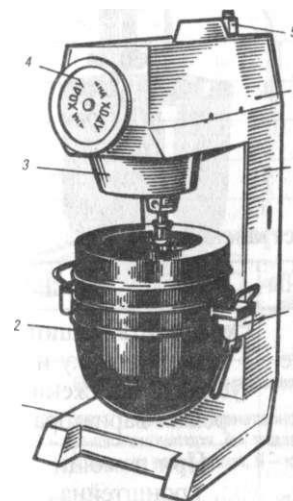

Рис. 6-8. Вибивальная машина МВ-35М
**Вибивальная машина МВ-35М**(рис.6-8) предназначена для механизации процесса взбивания различных кондитерских смесей (белковых, яично-сахарных, кремов) и жидкого теста в кондитерских цехах предприятия общественного питания. Эта машина состоит из корпуса, механизма подъема бака и приводного механизма.